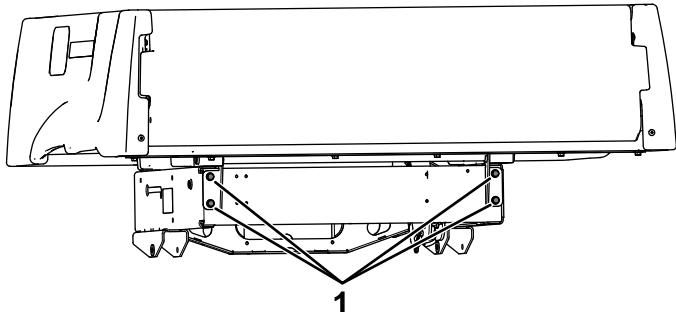

図 16
4. 荷台が左右均等にパッドに接触しない場合は、荷台のヒンジボルト 4 本をゆるめる図 16。